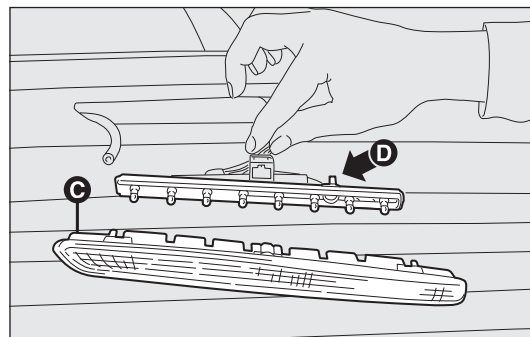

fig. 177
### LUCI 3° STOP fig. 177
- premere sui dispositivi di bloccaggio ed estrarre il gruppo trasparente C-fig. 177;
- agendo in modo contrapposto sulle alette D-fig. 177 estrarre il portalamпада;